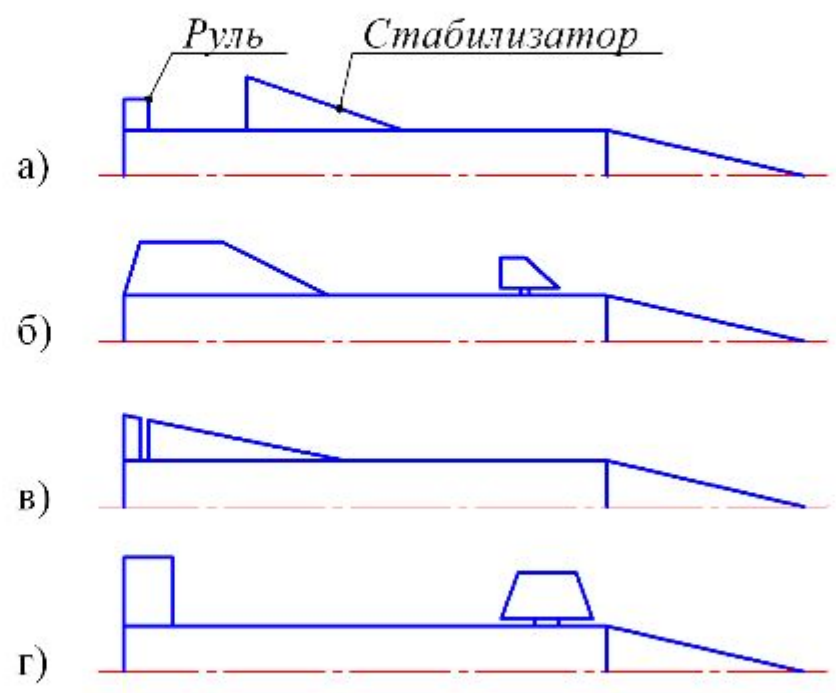

Рис. 2.15. Аэродинамические схемы ЛА
- а) **Обычная** схема рис. 2.15 а;
- б) схема **“Утка”** рис. 2.15 б;
- в) схема **“Безхвостка”** рис. 2.15 в;
- г) **схемы с поворотными крыльями** рис. 2.15 г.